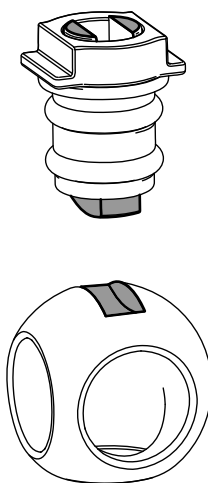

図 110
- バルブボディーにボールを入れる 図 110。
注 バルブのステムはボール駆動スロットに収まりません。収まらない場合は、ボールの位置を調節してください 図 110。